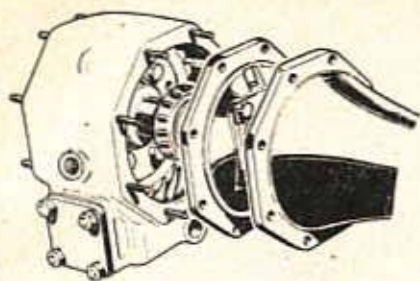

Fig. 100. — Dépose du tube de pont droit, puis du couvercle de pont
- Déposer le couvercle de pont (fig. 100).